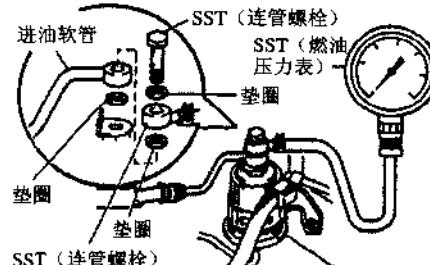

图 2.23 安装燃油压力表
- ④ 将燃油进油软管和专用维修工具 SST（燃油压力表）装到燃油滤清器的出口上。安装时，应使用 3 个新密封垫圈和 SST（连管螺栓），连管螺栓的拧紧力为 29 N·m，如图 2.23 所示。
- ⑤ 擦净漏出的汽油，然后再连接蓄电池负极搭铁线。
- ⑥ 连接诊断插座的+B 与 FP 端子。
- ⑦ 接通点火开关(转至 ON 位)，读出压力表的读数。标准的燃油压力为 301kPa~347kPa。如果燃油压力过高，应更换燃油压力调节器；如果燃油压力过低，应检查燃油软管、管接头、燃油泵、燃油滤清器和燃油压力调节器。
- ⑧ 从诊断插座上拆下诊断检查线。
- ⑨ 启动发动机，在发动机怠速运转的情况下，读出燃油压力表的读数。怠速时的燃油压力应为 301kPa~347kPa。
- ⑩ 让发动机熄火。
- ⑪ 在发动机熄火后 5min 时，检查压力是否保持在规定压力值上。规定的保持压力值是 147kPa。如果压力达不到规定，应检查燃油泵、燃油压力调节器和喷油器。